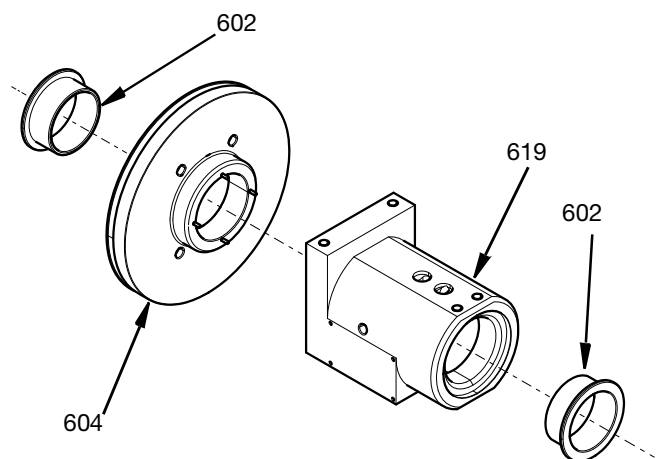

FIG. 21
1. Appliquez un léger lubrifiant sur tous les joints d'étanchéité et les joints toriques avant de les monter sur les pièces internes du boîtier pivotant. Insérez les paliers de bride (602) dans le boîtier pivotant (619) et le boîtier du palier (604). Voir FIG. 21.